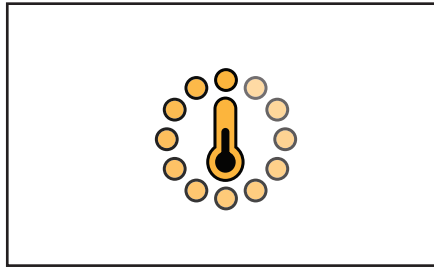

Fig. 4.12- Opvarmningsikon
3. Opvarmningsikonet (optaget termometer) vises på berøringsskærmen (fig. 4.12).